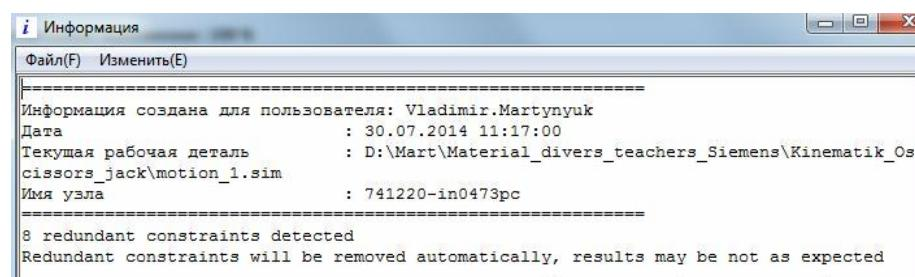

рис.54
- Но ситуации (и диагностические сообщения) при решении системы ОДУ могут быть самые разные. Например, система может выдать сообщение: “*Обнаружено 8 лишних ограничений. Лишние ограничения будут автоматически удалены, но результат может оказаться не таким, как вы ожидаете*” (рис. 54).
- Что это за ограничения? Дело в том, что в любом механизме, для каждого, задействованного в нем тела, существует шесть степеней свободы. Но каждая кинематическая связь, включенная между телами механизма, сокращает общее число степеней свободы. Например, вращательный шарнир сокращает 5 степеней свободы, и оставляет единственную степень свободы – вращение вокруг единственной оси. Существуют формулы, с помощью которых можно рассчитать итоговое число оставшихся степеней свободы анализируемого механизма. В русской технической литературе применяется формула Малышева. В зарубежной системе NX 8.5 для этой цели применяется формула, определяющая так называемое число Грубера. В данном пособии у нас нет возможности рассмотреть данный вопрос подробнее. Поэтому скажем только о том, что решатель RecurDyn приступает к составлению системы ОДУ только в том случае, если число Грубера равно 0 или менее ноля. Для этой цели система автоматически корректирует число наложенных ограничений, о чем нам и сообщает (рис.54).